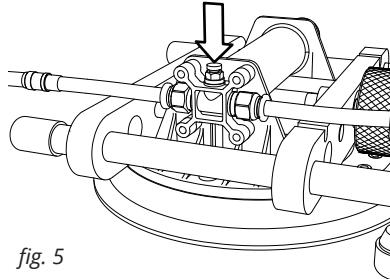

fig. 5
20. Presser la languette de succion pour relâcher le sceau de chaque ventouse, et enlever l'unité du matériau. (voir fig. 5)